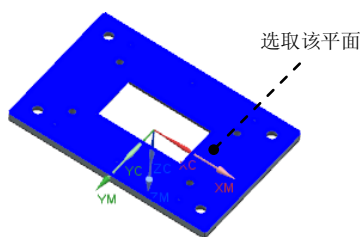

图 11.43 指定底面
Step2. 在图形区选择图 11.43 所示的面,然后在**偏置**区域**距离**文本框中输入 1,单击**确定**按钮,系统返回“平面铣”对话框。